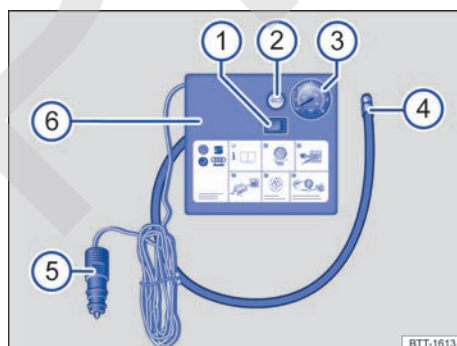

Fig. 205 Representación esquemática: compresor del kit reparapinchazos.
El compresor del kit reparapinchazos se compone de los siguientes elementos → fig. 205:
- Enrosque fijamente el tubo de inflado → fig. 205 ④ del compresor de aire en la válvula del neumático.
- Compruebe que el tornillo de descarga de aire → fig. 205 ② esté cerrado.
- Acople el conector de 12 voltios → fig. 205 ⑤ a una toma de corriente de 12 voltios del vehículo → pág. 142.
- Encienda el compresor de aire con el conmutador de encendido y apagado → fig. 205 ①.
- Deje el compresor en funcionamiento hasta alcanzar una presión de 2,0 a 2,5 bares (29-36 psi/200-250 kPa) → ⚠. **No lo deje funcionar más de 8 minutos** → ①.
Vuelva a enroskar el tubo de inflado → fig. 205 ④ y compruebe la presión del neumático en el indicador ③.